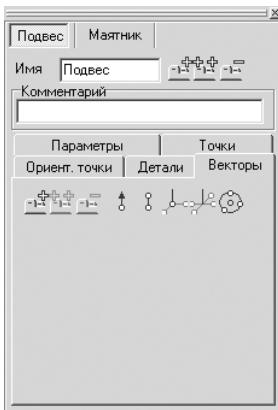

Рис. 1.23. Окно **Инспектор** с открытой вкладкой **Векторы** для тела **Подвес**
- щелкните в окне **Инспектор** по вкладке **Векторы**. Она раскроется, см. рис. 1.23;